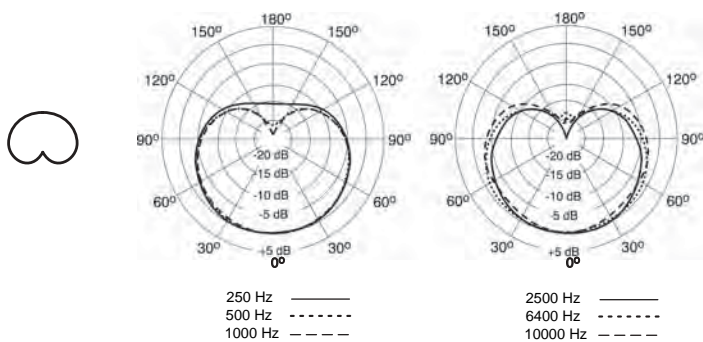

FIGURA 4. DIAGRAMMI POLARI TIPICI
**Cardioide.** Quando selezionate questo tipo di diagramma polare il microfono riprende i suoni direttamente dalla parte anteriore ed è meno sensibile rispetto ai suoni provenienti dalla parte posteriore. Questo è il diagramma più utilizzato nelle registrazioni in studio e nelle applicazioni live. Vedi Figura 4.
**Omnidirezionale.** Quando selezionate questo tipo di diagramma polare il microfono riprende i suoni provenienti da tutte le direzioni. Questo diagramma è il migliore per la ripresa dei suoni suonati sul palco e di quelli provenienti contemporaneamente da diverse sorgenti, ad esempio cantanti o ensemble; inoltre non presenta alcun effetto di prossimità. Vedi Figura 4.